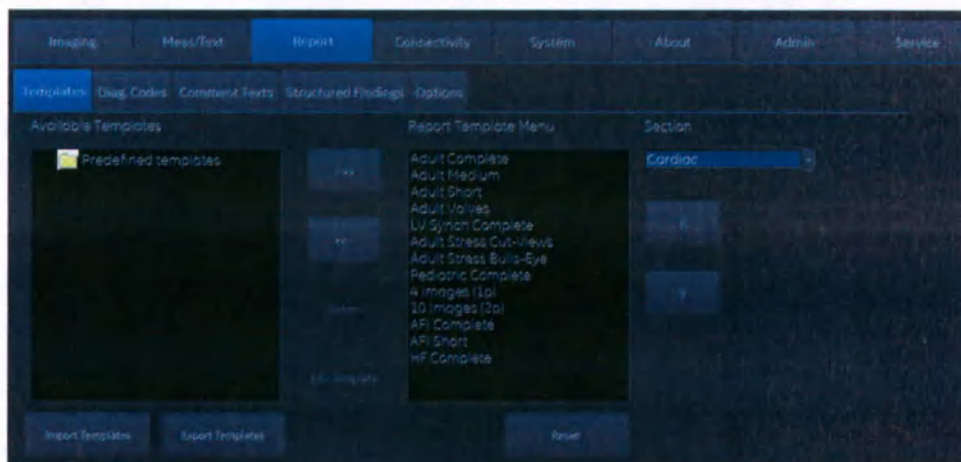

Рис. 11-25. Вкладка шаблонов отчетов
Отобразится вкладка *Report templates* (Шаблоны отчетов) (Рис. 11-25).
1. В поле *Available templates* (Доступные шаблоны) (слева) выберите шаблон для удаления (Рис. 11-25).
Отобразится вкладка *Report templates* (Шаблоны отчетов) (Рис. 11-25 на стр. 11-50).